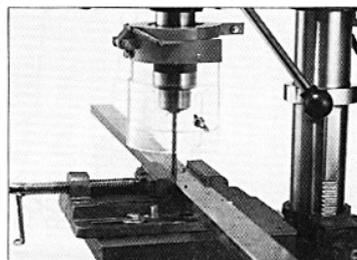

図14-3
- (3) テーブルに止められないような小さなものを加工するときは、付属の⑳バイスを使用して下さい。その際、バイスは、必ずテーブルに㉑バイス用ボルト・ワッシャー・ナットで固定してください。図14-3